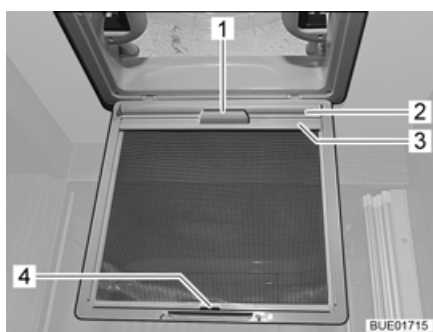

Fig. 113 Oscurante a rullo (oblò)
- Tirare l'oscurante a rullo (Fig. 113,2) utilizzando la maniglia (Fig. 113,1) e agganciare il listello di supporto (Fig. 113,3) ai ganci (Fig. 113,4) sulla protezione contro gli insetti.
- Staccare il listello di supporto (Fig. 113,3) dai ganci (Fig. 113,4) e ricondurre lentamente l'oscurante a rullo (Fig. 113,2) utilizzando la maniglia (Fig. 113,1).